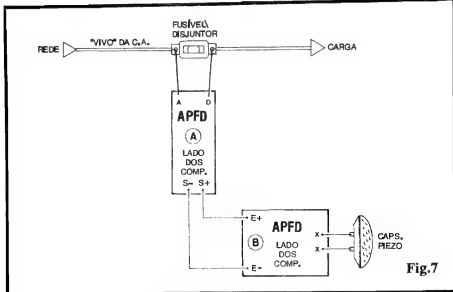

Fig.7
- FIG. 7 - INSTALAÇÃO BÁSICA, E INTERLIGAÇÃO DOS MÓDULOS "A" E "B"... - O diagrama mostra as conexões externas, ligações entre placas, acoplamento à rede (junto ao fusível/disjuntor monitorado), bem como as ligações do transdutor (cápsula) piezo responsável pela emissão do sinal sonoro do alarme... Notar que os pontos A e D do módulo "A" vão, respectivamente, aos terminais do fusível/disjuntor, "antes" e "depois" deste (considerado o sentido da energia C.A., da rede para a aplicação...). Os pontos "S+" e "S-" do módulo "A" são ligados, respectivamente aos pontos "E+" e "E-" do módulo "B"... Finalmente, os pontos "X-X" do módulo "B" vão aos terminais da cápsula piezo sinalizadora...
É bom notar que o sistema de sensoramento do APFD "não se importa" com o método de aplicação da energia da rede à carga, se monofásico, trifásico, etc. Basta que (obviamente) existam fusíveis/disjuntores para que os módulos sensores possam ser acoplados, sempre "nos conformes" do diagrama mostrado na FIG. 7...